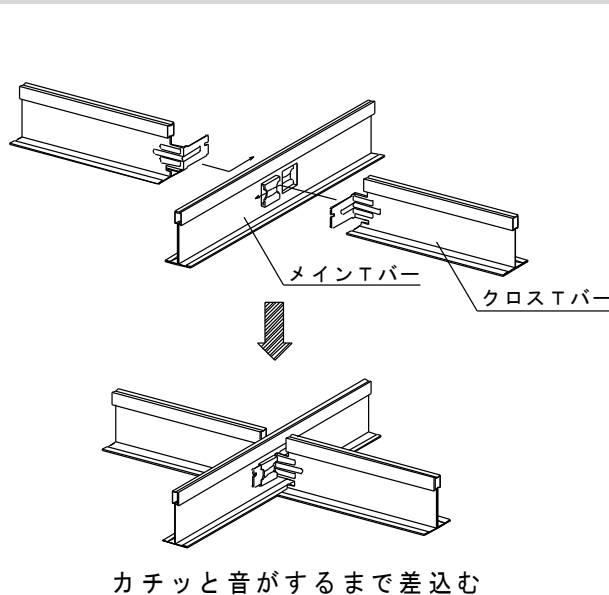
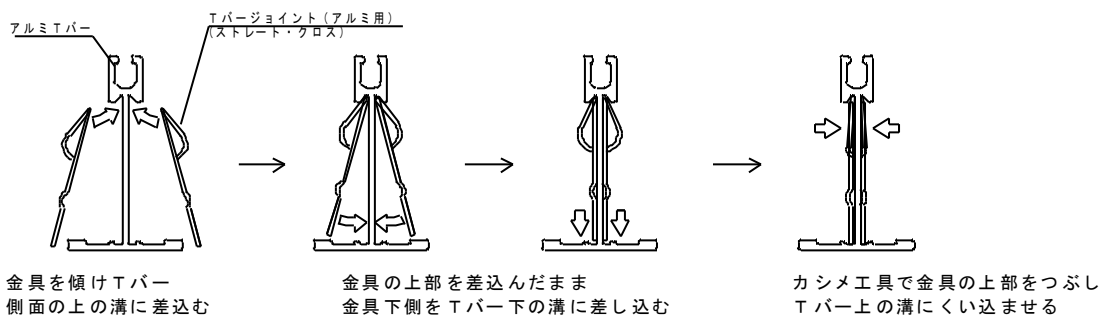

図2-7-13 クロスTバー取付け(スチール)
図2-7-15 Tバージョイント(アルミ用)の取付け方
- ⑧メインTバーとガラスウール浮き上がり防止の野縁を取付けた後にメインTバーと直交するクロスTバーを接続する。(図 2-7-13～図 2-7-15 参照)